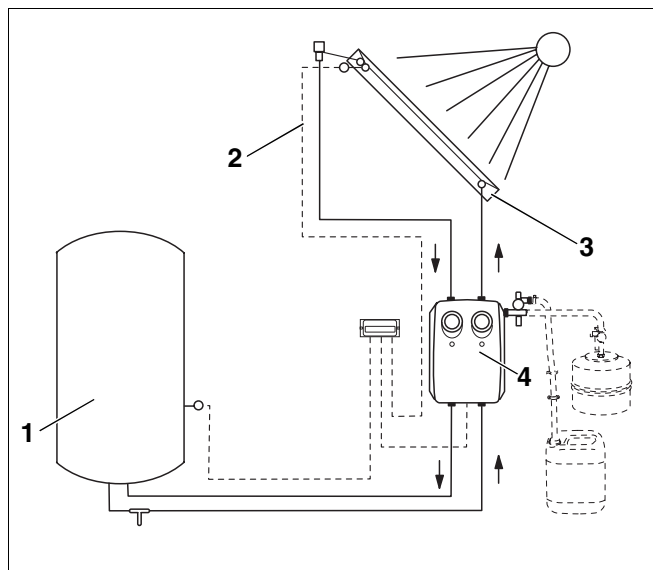

Fig. 3 Tubagem do sistema de energia solar
Os colectores (Fig. 3, **Item 3**), a estação solar (Fig. 3, **Item 4**) e o termoacumulador solar (Fig. 3, **Item 1**) são ligados entre si através de tubos de cobre.
- ▶ Ao instalar as tubagens até à estação solar (regulação), prolongue também até aí o cabo da sonda do colector (Fig. 3, **Item 2**). Para o efeito, preste atenção para que a secção do cabo esteja de acordo com as instruções do regulador.